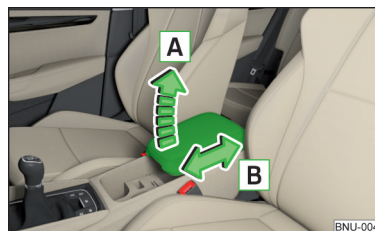

Fig. 82
- Para el **ajuste de altura**, elevar el apoyabrazos en el sentido de la flecha  en una de las posiciones de retención » fig. 82.